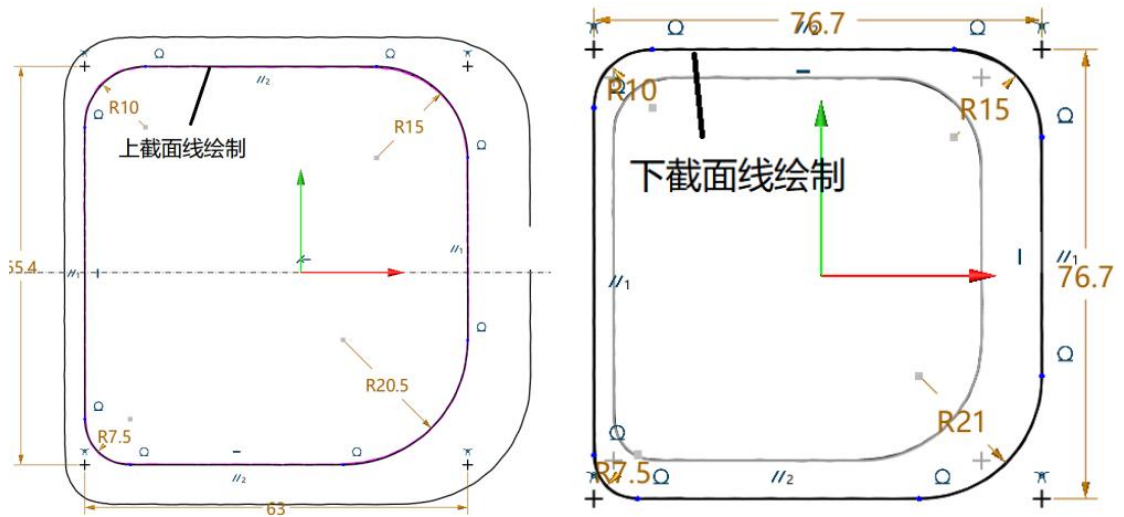

图 11-8 绘制上下截面线
(7) 以截面线绘制参考线，通过参考线绘制工件截面线，如图 11-8 所示。